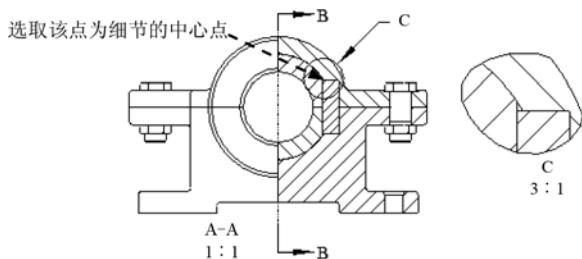

图 3.12.50 创建局部放大图
(1) 在功能选项卡区域的 布局 选项卡中单击 详细 按钮。
(2) 在系统 在一现有视图上选择要查看细节的中心点 的提示下, 在主视图中单击选取要查看的细节的中心点。
(3) 在系统 草绘样条, 不相交其它样条, 来定义一轮廓线 的提示下, 围绕中心点草绘出要放大区域的轮廓线, 单击中键结束草绘, 在绘图区空白处选取一点单击, 放大图便在所选之处生成。
(4) 双击放大图, 在系统弹出的“绘图视图”对话框中, 首先修改视图名为 C; 然后将视图比例值设置为 3.0, 最后单击 确定 按钮, 局部放大图如图 3.12.50 所示。